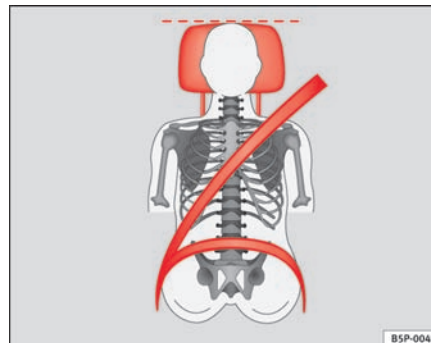
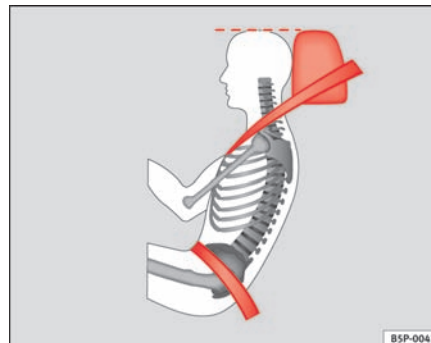

Fig. 3 Korrekt indstillet hovedstøtte set forfra
Fig. 4 Korrekt indstillet hovedstøtte set fra siden ►
- Indstil hovedstøtterne således, at hovedstøttens øverste kant er på højde med den øverste del af dit hoved eller mindst i øjenhøjde ⇒ side 12, fig. 3 og ⇒ side 12, fig. 4.